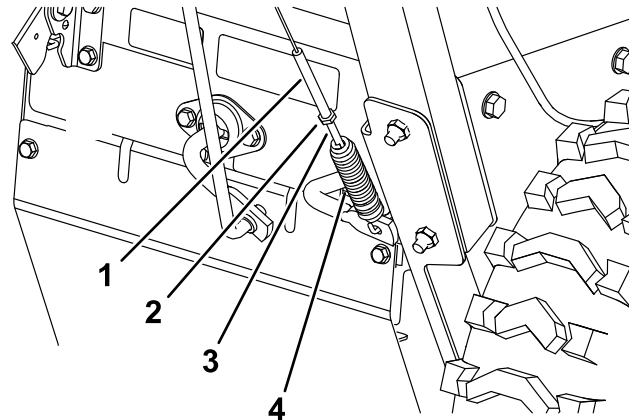
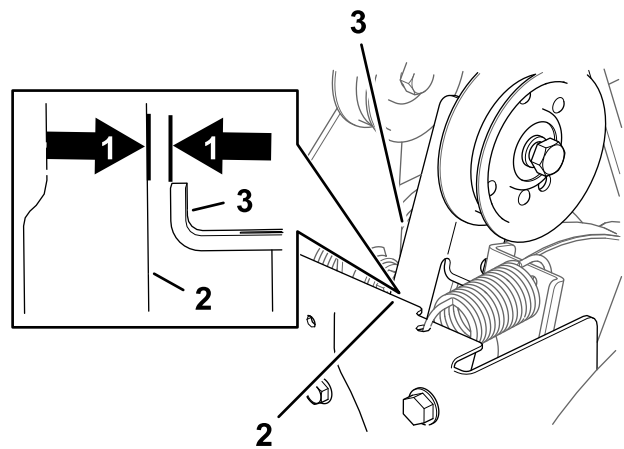

Figura 40
Figura 41
1. Desaperte a porca de bloqueio (Figura 40).
2. Rode o ajustador de tensão da mola até medir uma folga de 1,5 mm entre a estrutura e o braço da embraiagem da vassoura (Figura 40 e Figura 41).
3. Aperte a porca de bloqueio (Figura 40).